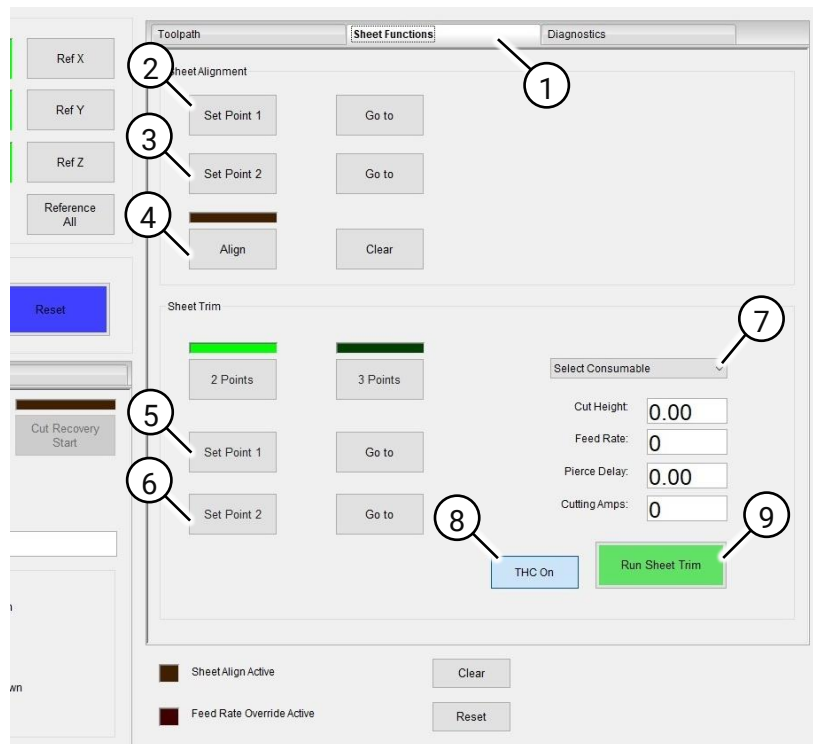

Fig. 87 Het tabblad 'Sheet Functions'
- 2.1 Activeer het tabblad 'Sheet Functions' (Fig. 87 (1)).
- 2.3 Klik dan op 'Set Point 1' (Fig. 87 (2)). Op het scherm wordt dan een dialoogvenster weergegeven waarin wordt gemeld dat het plaatuitlijnpunt is opgeslagen.
- 2.5 Klik op 'Set Point 2' (Fig. 87 (2)). Op het scherm wordt nu een dialoogvenster weergegeven waarin wordt gemeld dat het plaatuitlijnpunt is opgeslagen.
- 2.6 Klik vervolgens op 'Align' (Fig. 87 (4)) om de plaatuitlijning uit te voeren.
1.3 Klik dan op 'Set Point 1' (Fig. 87 (5))
1.5 Klik dan op 'Set Point 2' (Fig. 87 (6))
- 1.10 Open de keuzelijst 'Select Consumable' (Fig. 87 (7)) en selecteer het voor het afkorten te gebruiken verbruiksartikel.
- 1.12 Schakel de snijtoortshoogteregeling in of uit door te klikken op 'THC On/Off' (Fig. 87 (8)).
- 1.13 Klik op 'Run Sheet Trim' (Fig. 87 (9)) om het snijproces te starten.